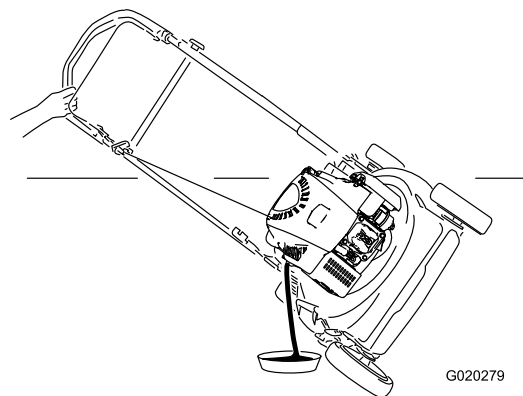

Bild 29
5. Kippen Sie den Rasenmäher seitlich (Peilstab nach unten), um das Altöl über das Öleinfüllrohr abzulassen (**Bild 29**).